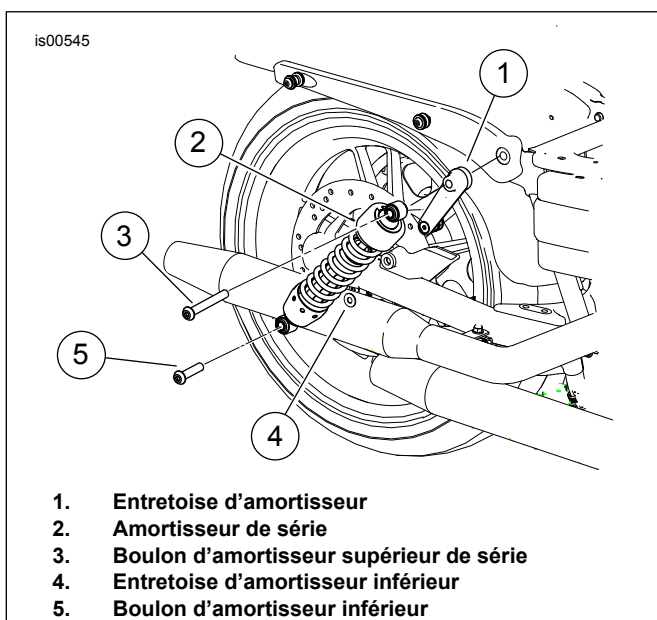

Figure 3. Installation du troisième galet d'ancrage
3. Voir la Figure 3. Enduire de Loctite 243 le boulon d'amortisseur inférieur du kit (5) et monter l'amortisseur inférieur sur la fourche arrière avec la nouvelle entretoise d'amortisseur inférieur (4) entre l'amortisseur et la fourche arrière. Serrer le boulon d'amortisseur inférieur à un couple de 41–61 N·m (30–45 ft-lbs).